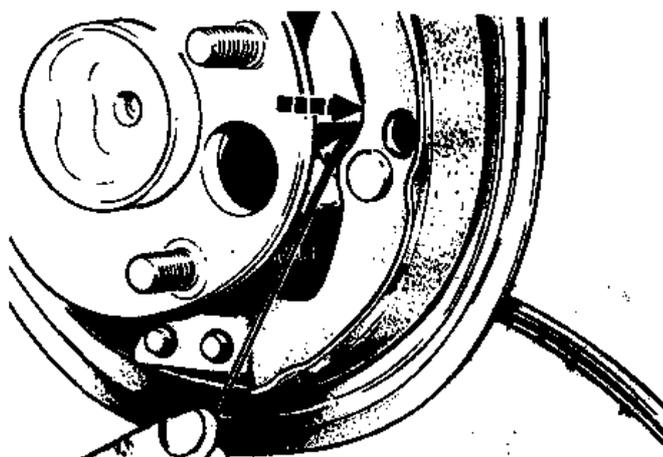

Рис.9.16. Установка храпового механизма в положение начальной регулировки (Разд.8)
- IV) Чтобы установить длинный рычаг храповика в минимально необходимое для регулировки положение, подпружиненную собачку следует оттянуть вниз проволочным крючком (Рис.9.16).